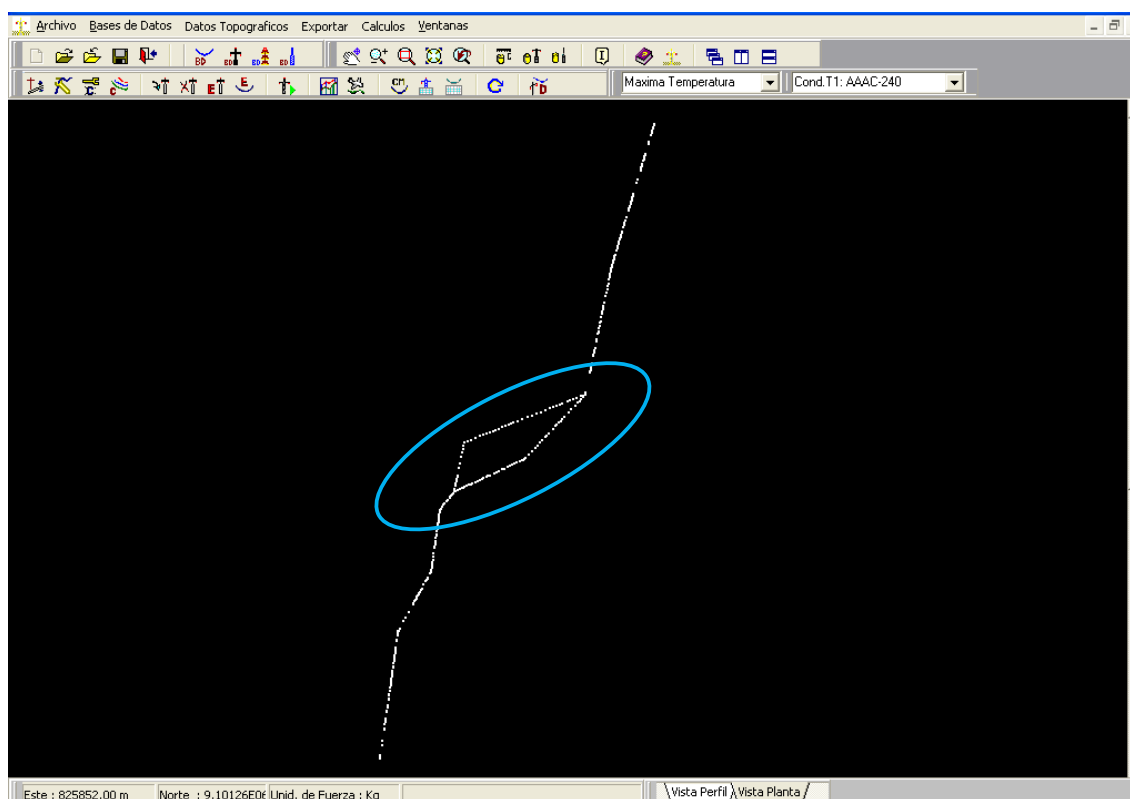

Fig. 89
- Finalmente aparecerá la ruta existente con los nuevos puntos topográficos (ver Fig. 89)